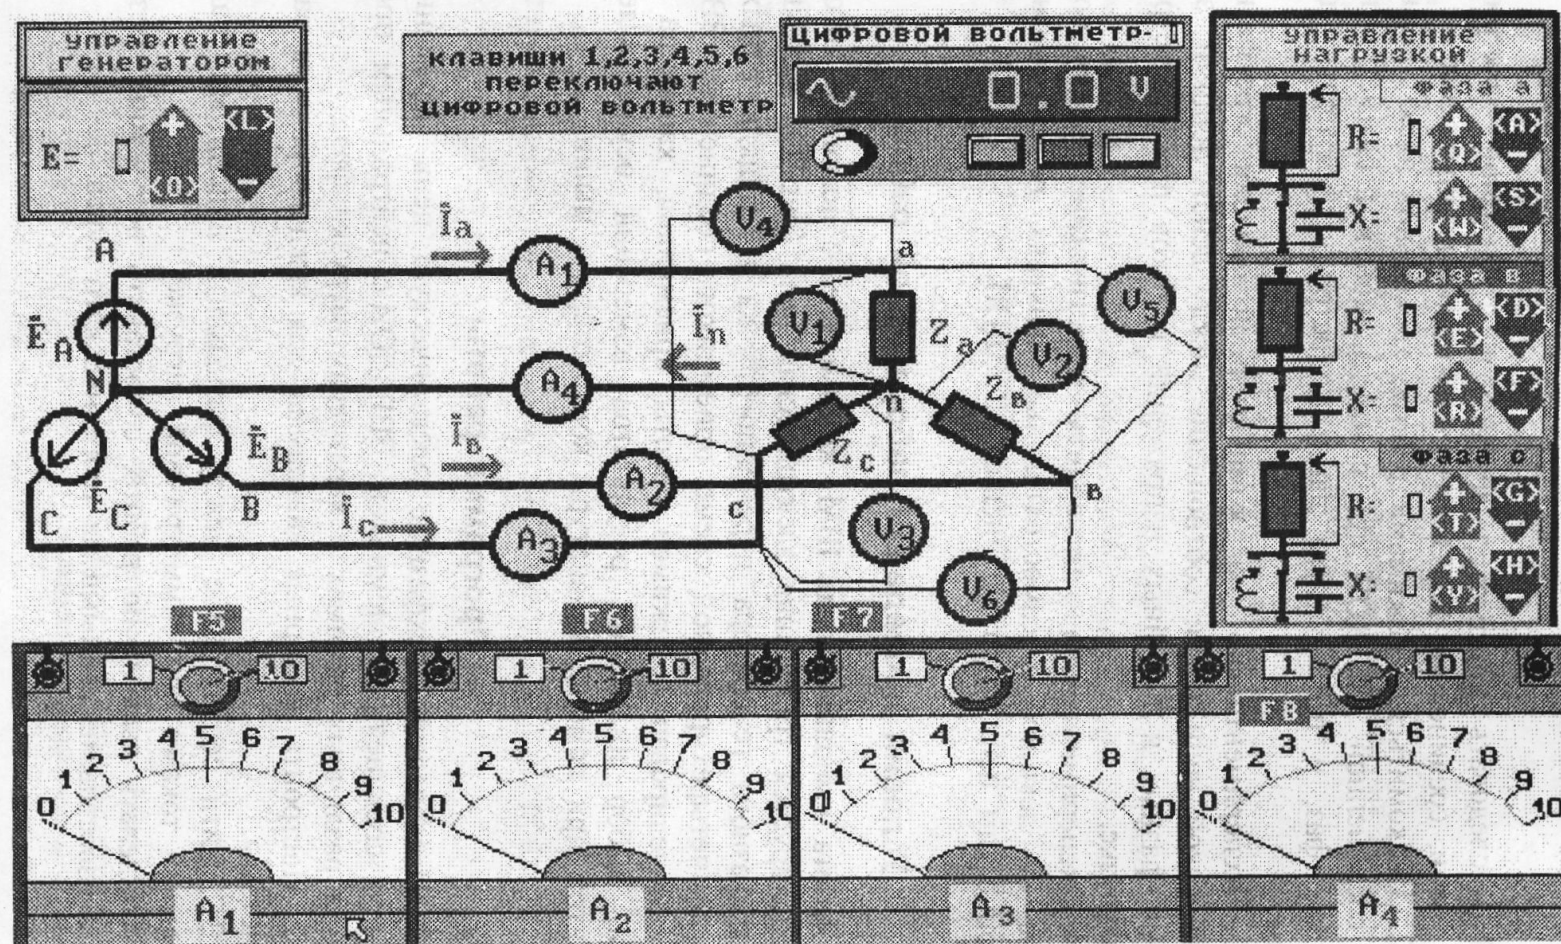

Рис.1 Трехфазная электрическая цепь
Работа выполняется на IBM - компьютере, с помощью которого моделируется трехфазная электрическая цепь (рис. 1), состоящая из трехфазного генератора переменного тока и подключенных к нему по четырехпроводной схеме приемников, соединенных ЗВЕЗДОЙ. Моделирование режимов работы приемников, характера нагрузки, выбор индикации результатов измерений осуществляется студентом при помощи клавиатуры компьютера и мыши.
1. Ознакомиться с электрической схемой трехфазной цепи по рис. 1, соответствующему компьютерному изображению элементов экспериментальной установки для проведения лабораторной работы.